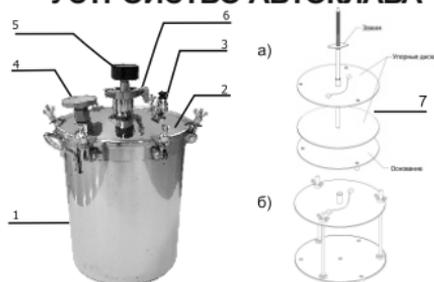

Рисунок 1. Общее устройство автоклава:
- 1-ый вариант с центральной осью (рис.1, а), предназначен для банок маленькой ёмкостью: 0,5; 0,7 и 1 л.;
- 2-ой вариант с тремя шпильками (рис.1, б) - для банок большой емкостью: 1,5; 2 и 3 л.